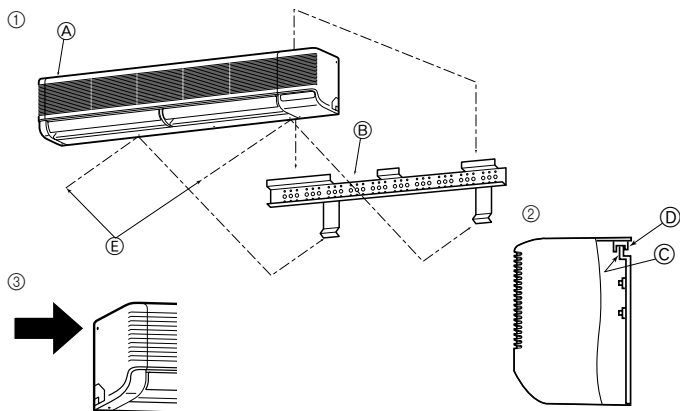

Fig. 3-11
3.4. Montaggio della sezione interna (Fig. 3-11)
- ① Accertarsi di sospendere i fermi metallici della sezione interna sopra i ganci dell'attrezzatura di montaggio a parete.
- ② Una volta completata la tubazione di drenaggio, utilizzare le viti di fissaggio per bloccare la sezione interna all'attrezzatura di montaggio a parete.